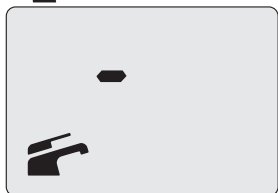

Figura 2.6
- Il display LCD visualizza lo stato di stand-by e il simbolo  (Figura 2.6).